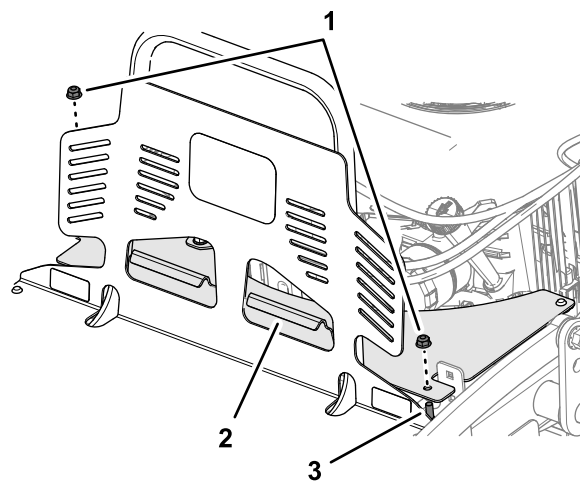

Figura 33
1. Retire as duas porcas de bloqueio flangeadas que prendem a extensão da proteção para os dois parafusos de carroçaria dos suportes de montagem da proteção (Figura 33).